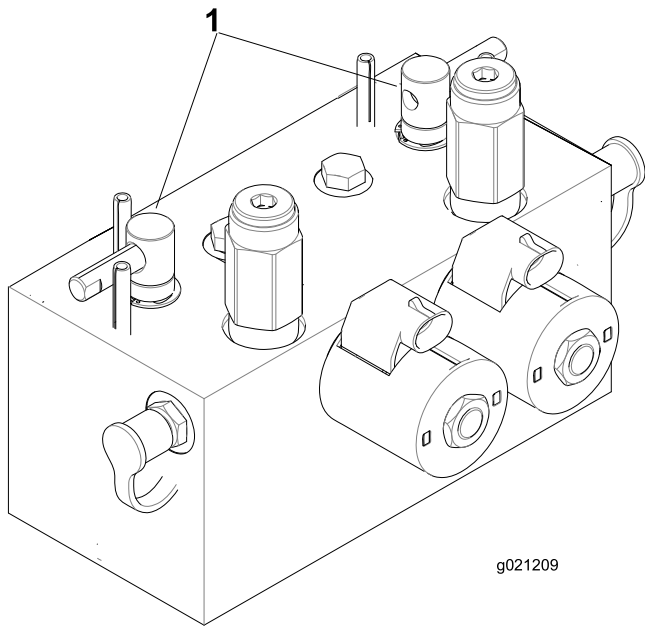

图75
2. 松开并提起座椅，露出倒磨控制杆（图75）。
5. 选择前、后或同时两个倒磨控制杆，确定哪些刀组需要倒磨（图75）。